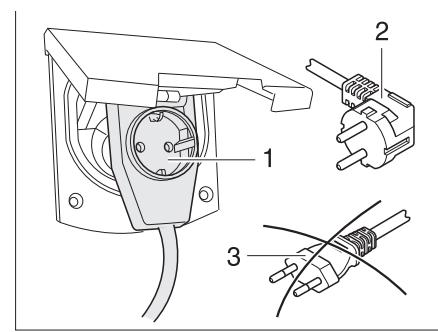

Fig. 309 Conexión a un conector con salida lateral del cable con caja de enchufe
- ▶ Al utilizar un acoplamiento acodado CEE 17, con caja de enchufe incorporada en el lado trasero (Fig. 309,1), emplear únicamente un conector IP 44 de goma impermeable, con contacto protector (Fig. 309,2). No utilizar conector sin contacto protector (Fig. 309,3). ¡Peligro de electrocución!